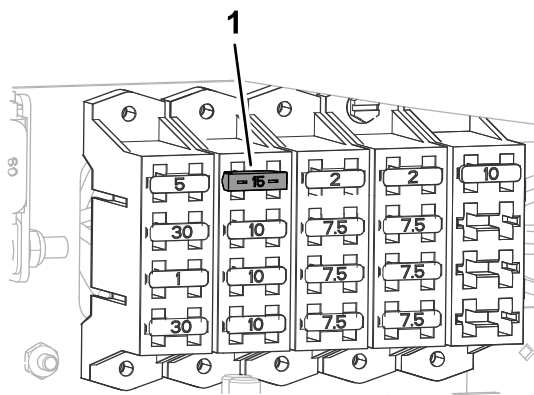

**Figura 53**
1. Retire el pomo que sujeta la cubierta del panel eléctrico al espárrago del soporte del panel eléctrico, y retire la cubierta (Figura 53).
3. Alinee el orificio de la cubierta del panel eléctrico con el espárrago del soporte del panel eléctrico (Figura 53).
4. Sujete la cubierta al espárrago con el pomo que retiró en el paso 1 (Figura 53).